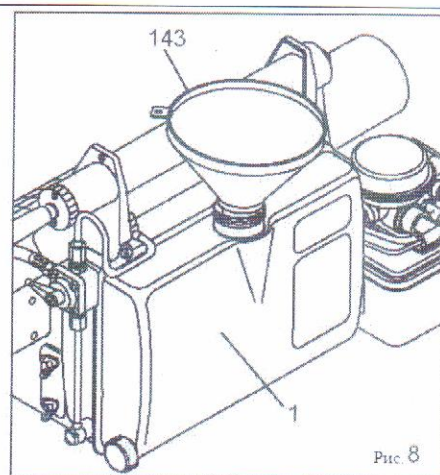

Рис. 8
7. Наполните бак для смеси (1). Всегда используйте воронку с фильтром (143), рис. 8.